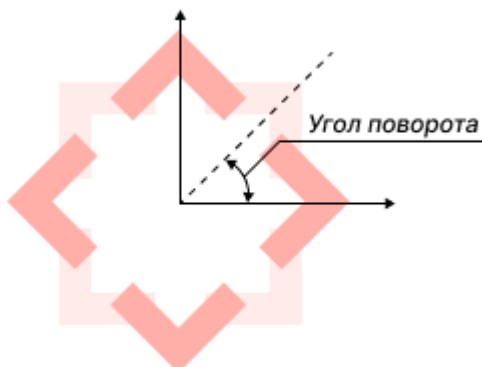

Рис. 205 Поворот апертury
- Угол поворота – величина угла поворота горизонтальной осевой линии апертуры против часовой стрелки. Значение может быть задано в диапазоне 0 – 359° с шагом 1°, см. Рис. 205.